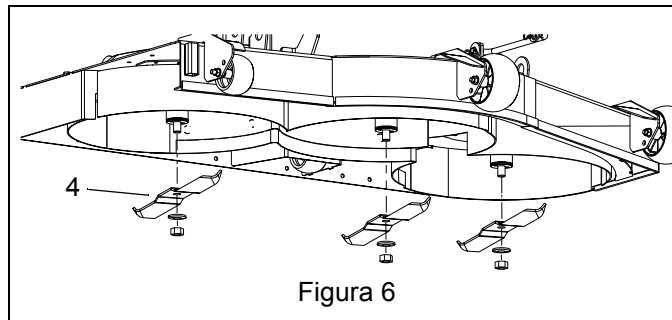

Figura 6
8. Installare le lame per pacciamatura (elemento 4) con le rondelle e i dadi esagonali precedentemente rimossi. Serrare i dadi delle lame a una coppia di 136 N•m – 163 N•m (100 lb-ft – 120 lb-ft). Vedere Figura 6.